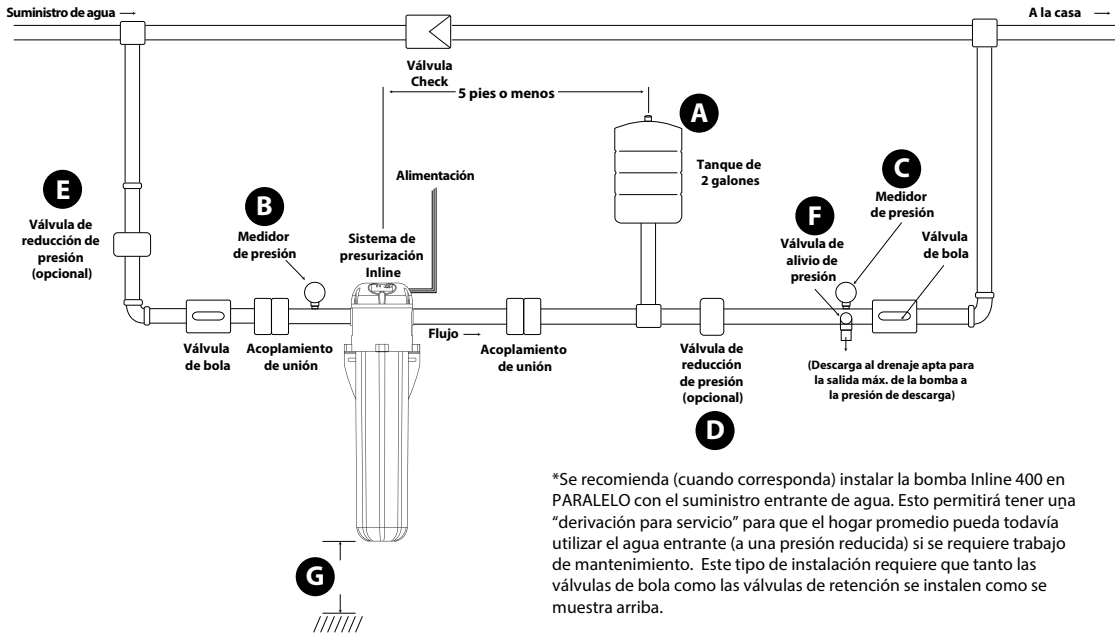

Figura 1
Orientación para la instalación del Inline 400 (vea la Figura 1 si es necesario)
4. Instale la tubería de entrada y salida y el tanque de presión como se muestra en la Figura 1. La entrada y la salida de la unidad están marcadas con "INLET" y "OUTLET" respectivamente. Las uniones deben instalarse en los extremos de succión y descarga (se recomienda el uso de la cinta para sellar roscas PTFE por encima de la pasta, no apretar de más). Se proporcionan válvulas de retención internas en los extremos de succión y descarga de la bomba. Estas válvulas pueden ayudar a evitar el reflujo. Si se usa el circuito de derivación opcional, también se debe instalar una válvula de retención en la derivación (Ver Figura 1). Asegúrese de revisar todos los códigos locales de plomería para asegurar que se cumplan todos los requerimientos locales para evitar el reflujo.